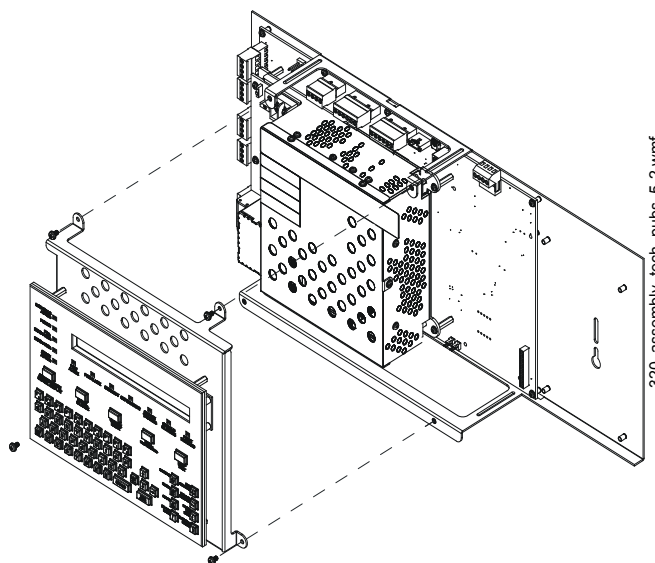

Figura 3.2 Extracción y reinstalación del KDM-R2
| 2. | Si agrega tarjetas opcionales como la versión en cable o fibra del NCM/HS-NCM o TM-4: <ul style="list-style-type: none"> • Extraiga el teclado • Instale las tarjetas opcionales • Vuelva a colocar el teclado | Sección 3.4 “Instalación de las tarjetas opcionales”, Sección 1. “Extraiga y reinstale el KDM-R2 como se muestra en la Figura 3.2. Es aconsejable realizar un cableado básico en campo antes de reinstalar el KDM-R2.” y Sección 3.4 “Instalación de las tarjetas opcionales” Consulte la documentación sobre la tarjeta opcional para obtener detalles específicos sobre la tarjeta. |
1. Extraiga y reinstale el KDM-R2 como se muestra en la Figura 3.2. Es aconsejable realizar un cableado básico en campo antes de reinstalar el KDM-R2.